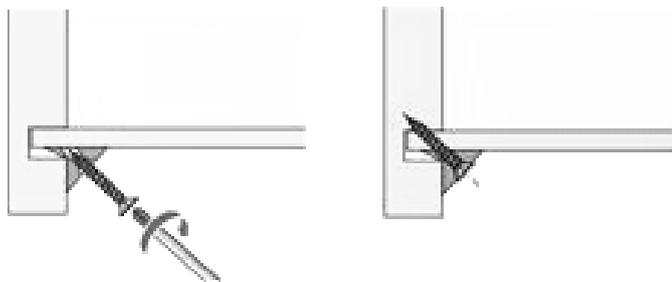

Рис. 2
1. Присоединить к основанию (1) боковые стенки (3), (4) и перегородку (5) так, чтобы дюбели и шканты вошли в предназначенные для них отверстия. Вставить в пазы боковых стенок заднюю стенку. Сверху присоединить крышку (2) с помощью эксцентриковых стяжек. Затянуть эксцентрики, повернув их на 180 градусов (см. схему сборки).
2. Собранный корпус проверить на прямоугольность, сравнивая диагонали (их длины должны быть равны). Закрепить заднюю стенку с помощью шурупов 3x20мм и мебельных уголков (рис.2 и рис.3).